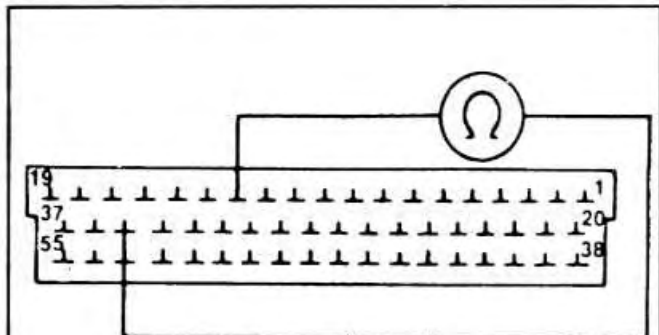

Рис. 3-22. Присоединение омметра к выводам отсоединенного от контроллера разъема при проверке сопротивления датчика температуры топлива
- При повороте ключа выключателя приборов и стартера в положение «0» или «1» разъединить разъем контроллера, присоединить омметр к выводам «13» и «35» (рис. 3-22) кабельной части разъема, и проверить сопротивление по омметру, которое должно соответствовать величинам, указанным в подразделе «Конструкция и технические характеристики».